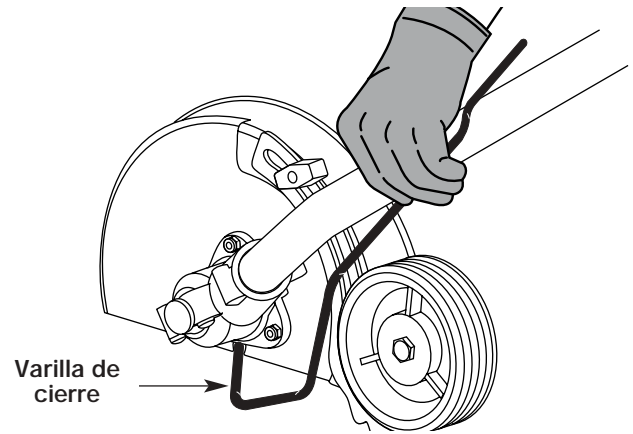

Fig. 30
2. Sostenga la varilla de cierre en su lugar junto al brazo de la unidad (Fig. 30).